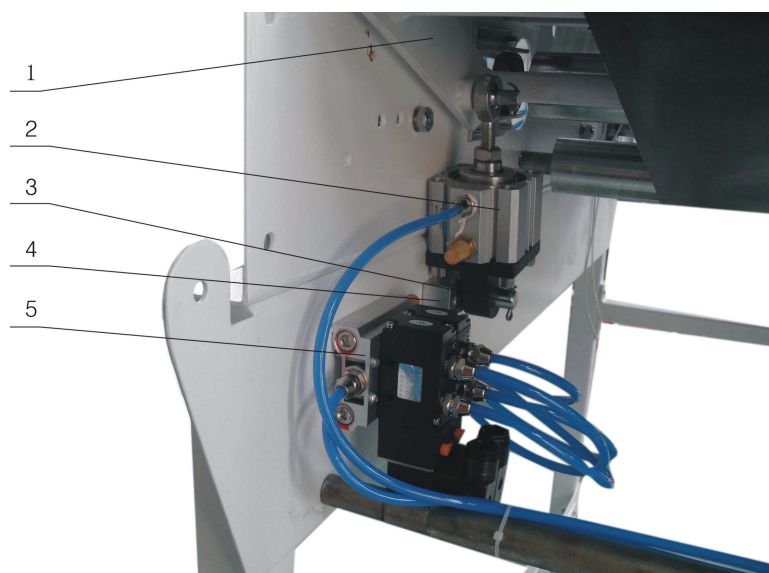

图 3D、更换输送带步骤 10
10、拆下右下墙板（靠出口端）与粘合压力臂架之间的加压气缸。(见图 3D)。(1) 拆去右侧加压气缸两端销轴上的开口销。(2) 将气缸整体沿着销轴方向想内移，使气缸整体拆下。(见图 3D)